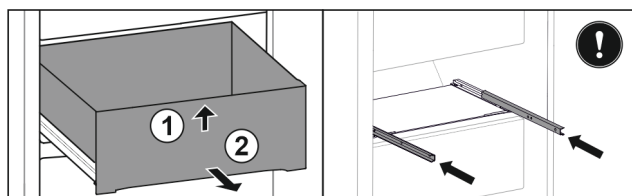

Fig. 139
- ▶ 抬起抽屉前部。 Fig. 139 (1)
- ▶ 朝前取出抽屉。 Fig. 139 (2)